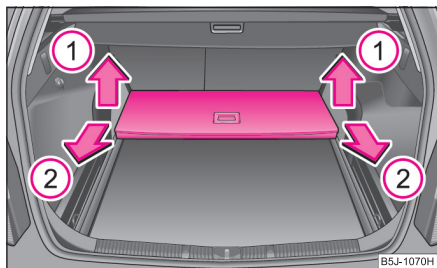

Fig. 69 Portbagajul: scoaterea podelei variabile
- Ridicați podeaua în sensul indicat de săgeata **1** ⇒ fig. 69 și scoateți-o trăgând în sensul indicat de săgeata **2** ⇒ fig. 69.